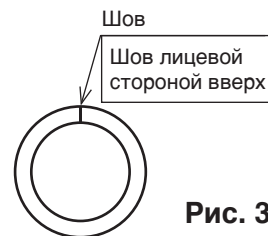

Рис. 3
- Оберните изоляционный материал, чтобы шов был расположен сверху. (См. Рис. 3)